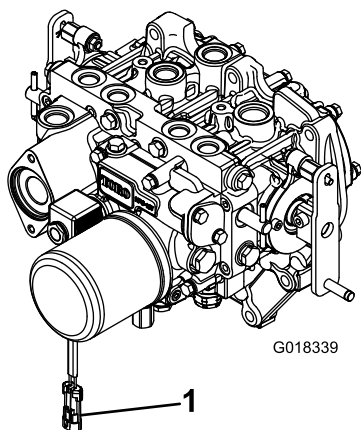

Figura 3
2. Para evitar o engate acidental da embraiagem da tomada de força, desligue o conector elétrico da cablagem do conector da bobina da válvula de solenóide da tomada de força (Figura 3).
8. Depois da outra extremidade do veio propulsor estar ligado ao veio da caixa de engrenagens do acessório, ligue o conector elétrico da cablagem ao conector da bobina da válvula de solenóide da tomada de força (Figura 3).